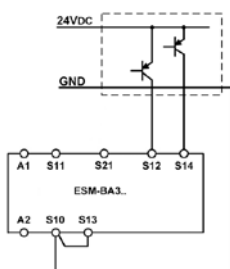
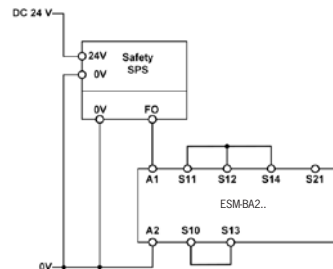

Bild 9: Zweikanalige Not-Halt-Schaltung mit pnp-Halbleiterausgängen/OSSD-Ausgängen mit Querschlusserkennung (Kategorie 4, bis PL e).
Bild 10: Anschluss an fehlersichere Steuerung (Kat. 4, bis PL e)
- Für Anwendungen nach Bild 9 und Bild 10 ist folgendes zu beachten: